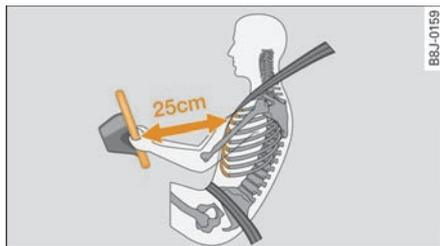

图 203 距方向盘的安全距离
- 对驾驶员和副驾驶员来说，与方向盘及仪表盘保持至少 25 cm 的距离非常重要 => 图 203。如果您未与之保持上述最小距离，则安全气囊系统无法对您进行保护，另外在安全气囊胀开时还会有受伤危险。此外，还必须总是将前座椅和头枕调整至与身材相适合的位置。